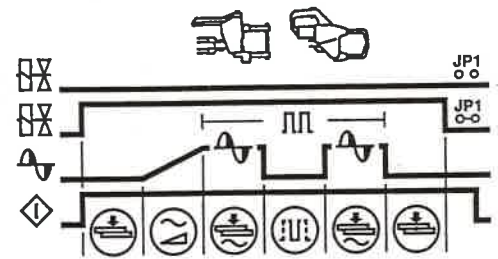

Fig. 3A
- I parametri di saldatura per la pinza manuale o pneumatica vanno regolati come da Fig. 3A (si veda inoltre quanto specificato nella sezione "Unità di Controllo TE95", pag. 12-19 del presente manuale).
- Adjust the welding parameters for either the hand-operated or the pneumatic gun as shown on Fig. 3A (see also what stated on the chapter "Welding Control Unit TE95", p. 12-19 of this manual).
- Les paramètres de soudage pour la pince manuelle ou pneumatique doivent être réglés comme montré en figure 3A (voir aussi les indications données dans la section "Unité de Contrôle TE95", p. 12-19 de ce manuel).